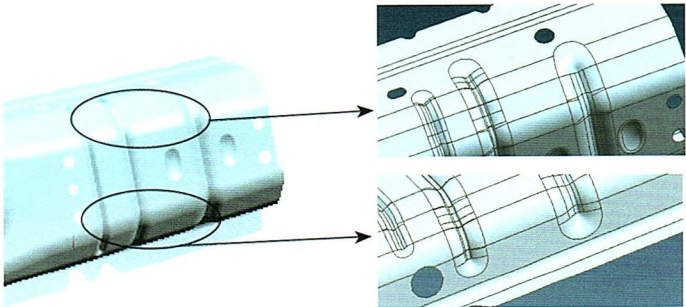

图 1
(1) 改进冲压件的局部结构。在变形区增加适当的加强筋或压成形边翼，以改变变形区的材料应力及应变分布，增加冲压件的刚度，减小回弹。如图1所示，在产品折弯处增加加强筋，以提高制件强度，减少冲压件回弹。
(2) 采用热冲压。热冲压成